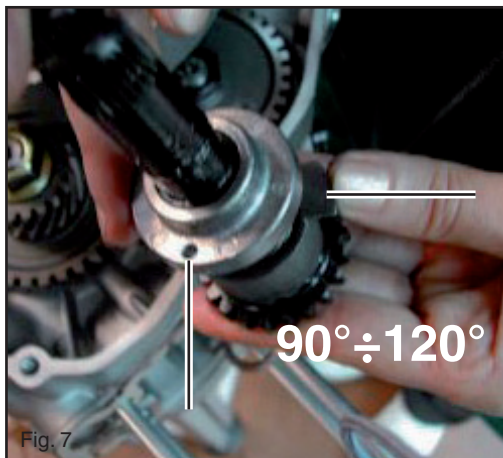

Fig. 7
- **BEFORE** installing the starter unit, check that the locking tang on the sliding gear is in the same relative position to the anchoring hole for the return spring as when you disassembled the unit ($90^\circ \div 120^\circ$) (Fig. 7).
- **AVANT** le montage du groupe de démarrage, vérifier que le calage entre l'ergot d'arrêt sur la pièce coulissante et le trou d'ancrage du ressort de rappel est le même du montage ($90^\circ \div 120^\circ$) (Fig. 7). Si nécessaire, remplacer le joint torique d'étanchéité, puis le lubrifier.